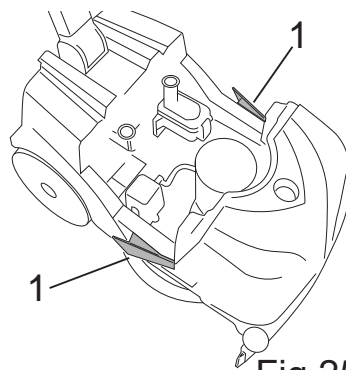

Fig.25
- Нажмите на два боковых рычага блокировки бака (рис. 25 - поз. 1), снимите с рамы бак грязной воды.